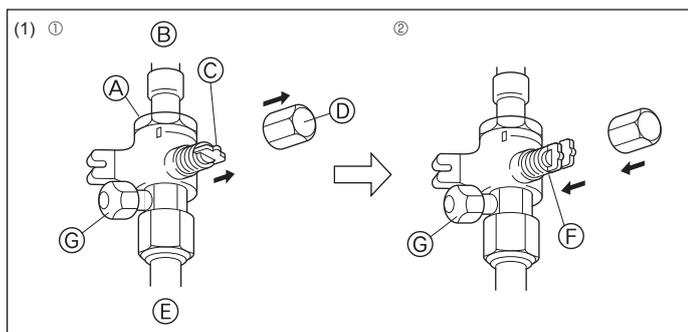
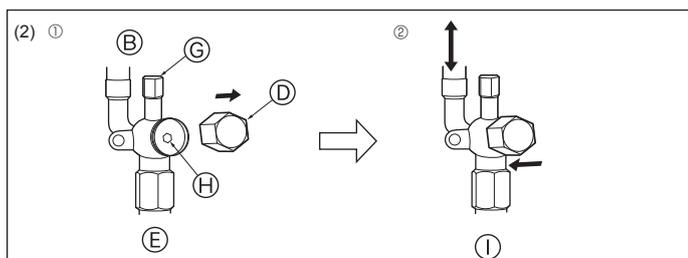

Fig. 4-12
Fig. 4-13
(1) Gasseite (Fig. 4-12)
- ① Die Kappe entfernen, den Handgriff nach vorne ziehen, und zum Öffnen um 1/4 Umdrehung gegen den Uhrzeigersinn drehen.
- ② Sicherstellen, dass das Absperrventil vollständig offen ist, den Handgriff eindrücken, und die Kappe zurück in Ausgangsstellung drehen.
(2) Flüssigkeitsseite (Fig. 4-13)